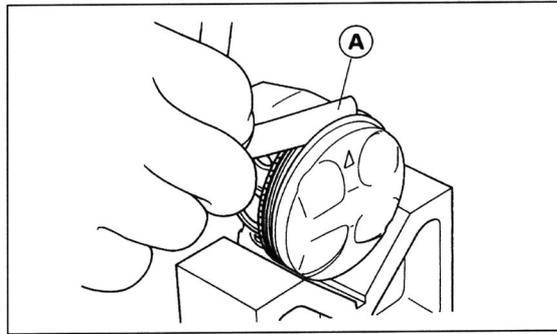

Bild 202
-  Mit Fühlerlehre Spiel zwischen Kolbenring und Ringnut abtasten (Bild 202; Verschleissgrenze 1. Ring 0,170 mm, 2. Ring 0,160 mm).